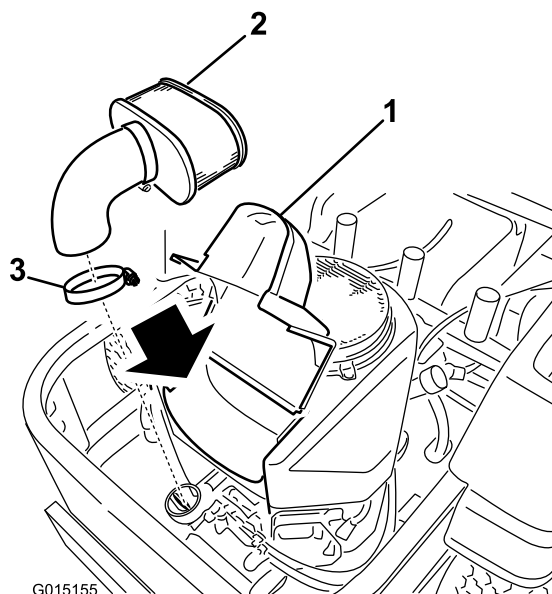

Figura 35
3. Limpie alrededor de la tapa del limpiador de aire para evitar que la suciedad penetre en el motor y cause daños. Levante la cubierta y retire la abrazadera que sujeta el conjunto del limpiador de aire al motor (Figura 35).
4. Afloje la abrazadera y retire el elemento de papel (Figura 35).